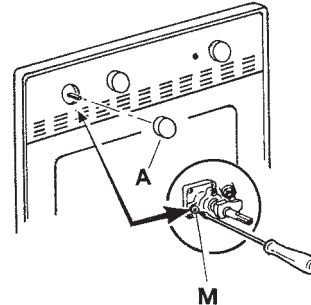

Abb. 12
- Entfernen Sie den Bedienungs-Drehschalter (A - Abb.12.)
- Schrauben Sie die by-pass-Einstellschraube (M) ganz ein.